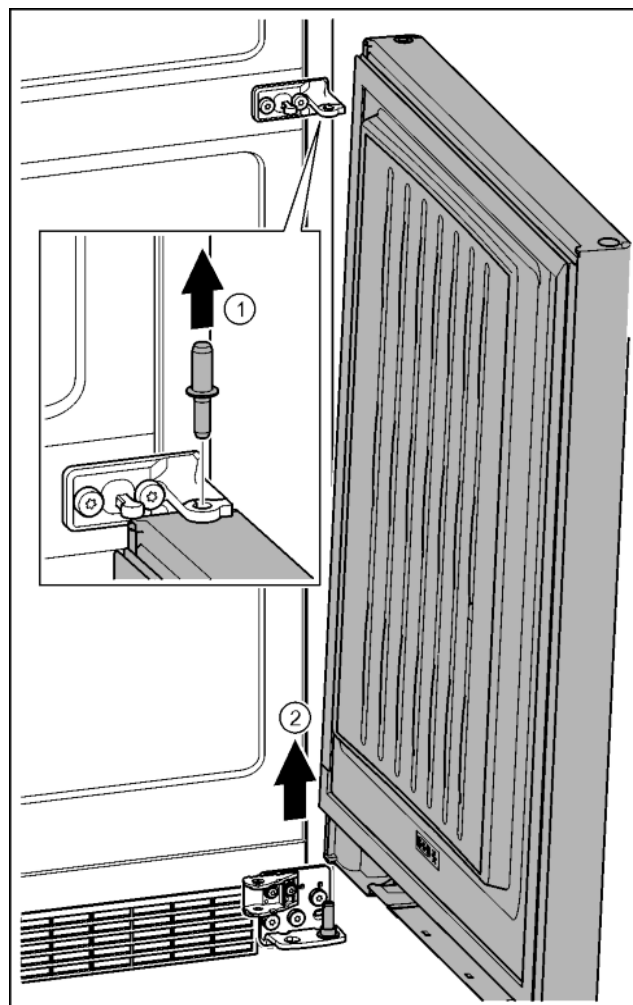

Fig. 24
- ▶ Извлек палецы движением вверх. Fig. 24 (1)
- ▶ Отклонить дверь, приподнять вверх и отставить в сторону. Fig. 24 (2)